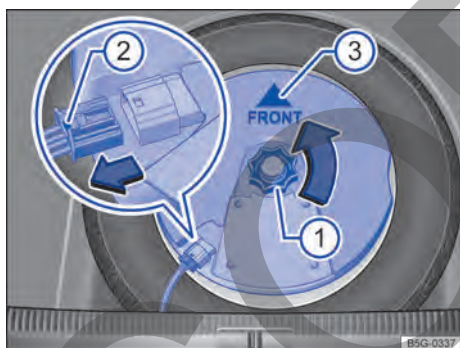

Fig. 145 En el maletero: desmontar el subwoofer (variante 2).
- Desenrosque la ruedecilla → fig. 145 ① en el sentido de la flecha.
- Para desbloquear el conector, presione el bloqueo que hay en el extremo del conector ②.
- Coloque el subwoofer en la base de la llanta con cuidado. Al hacerlo, la punta de la flecha "FRONT" → fig. 145 ③ que hay en el subwoofer deberá señalar hacia delante.
- Acople el conector hasta que el bloqueo ② encastre de forma audible.
- Enrosque la ruedecilla ① en el tornillo prisionero en el sentido contrario al de la flecha hasta que el subwoofer quede bien fijado.